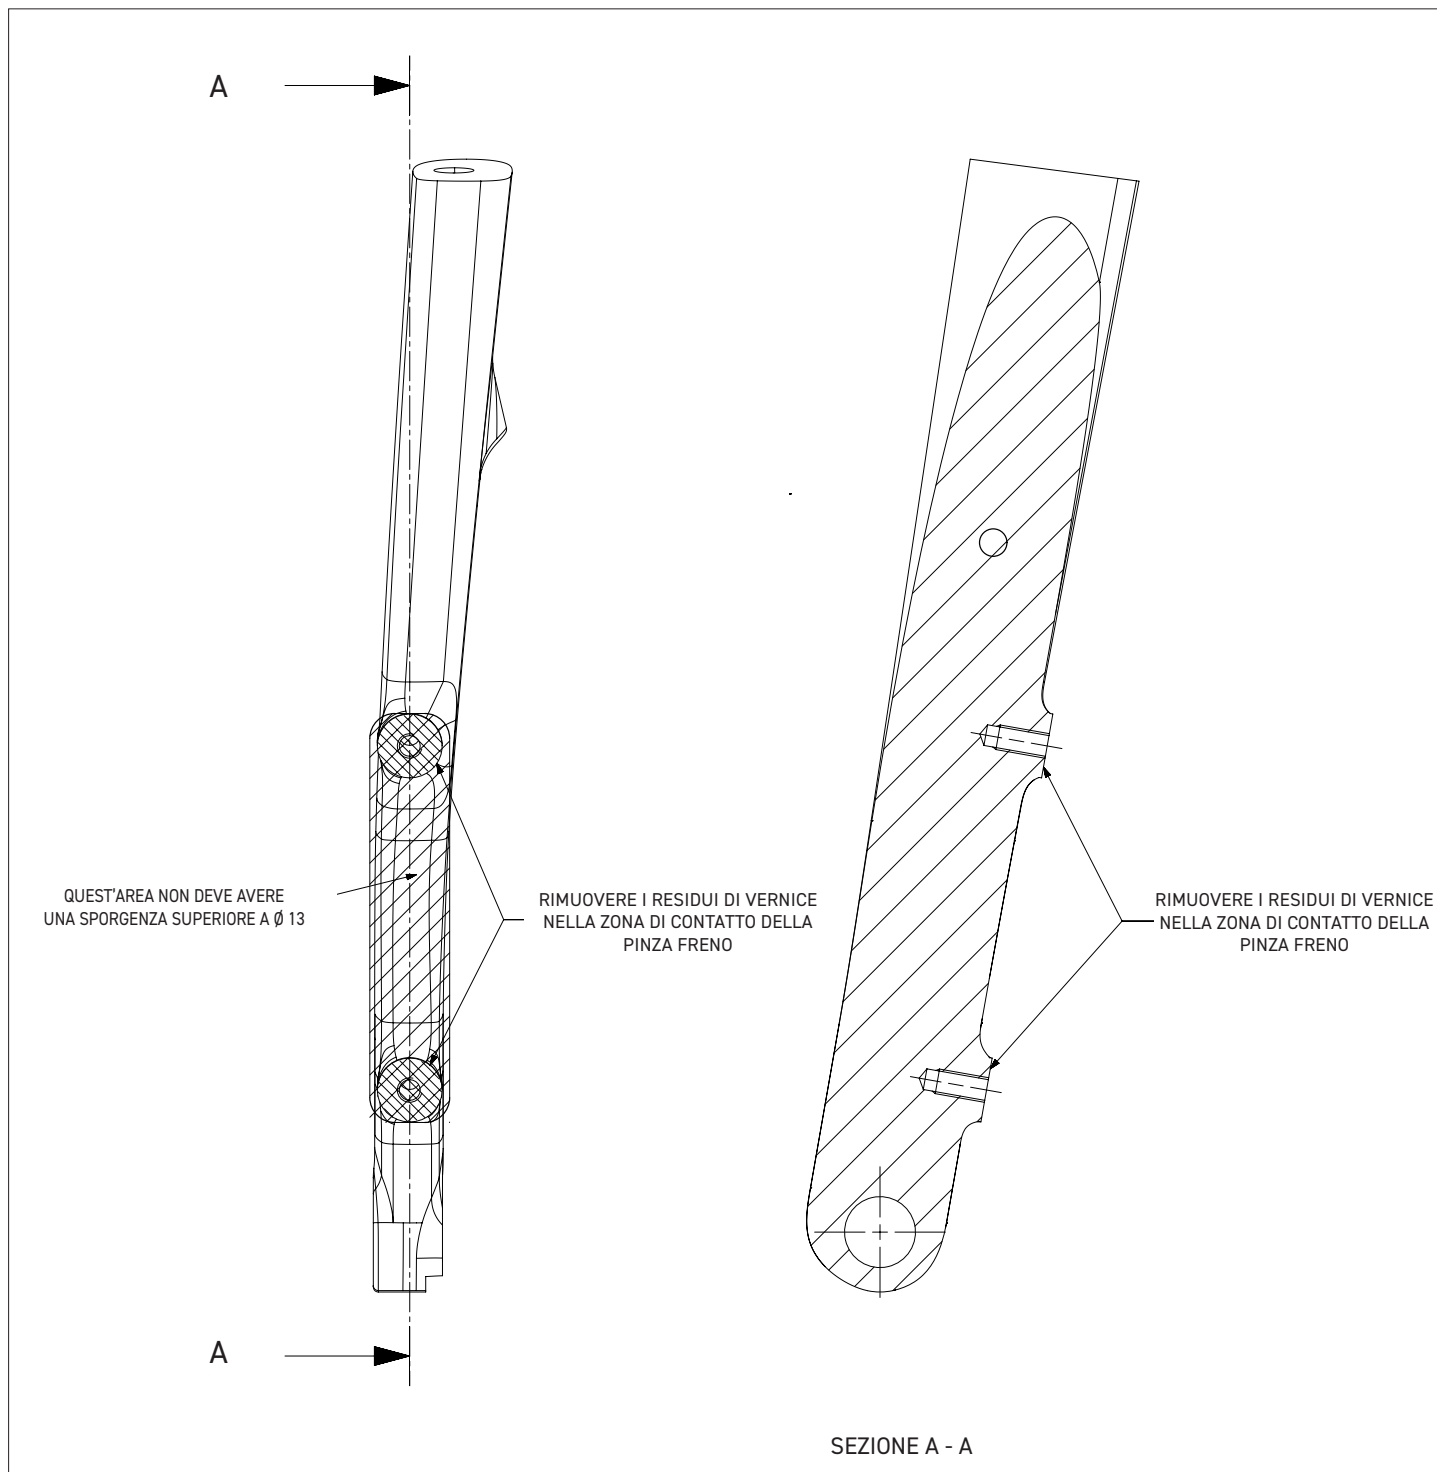
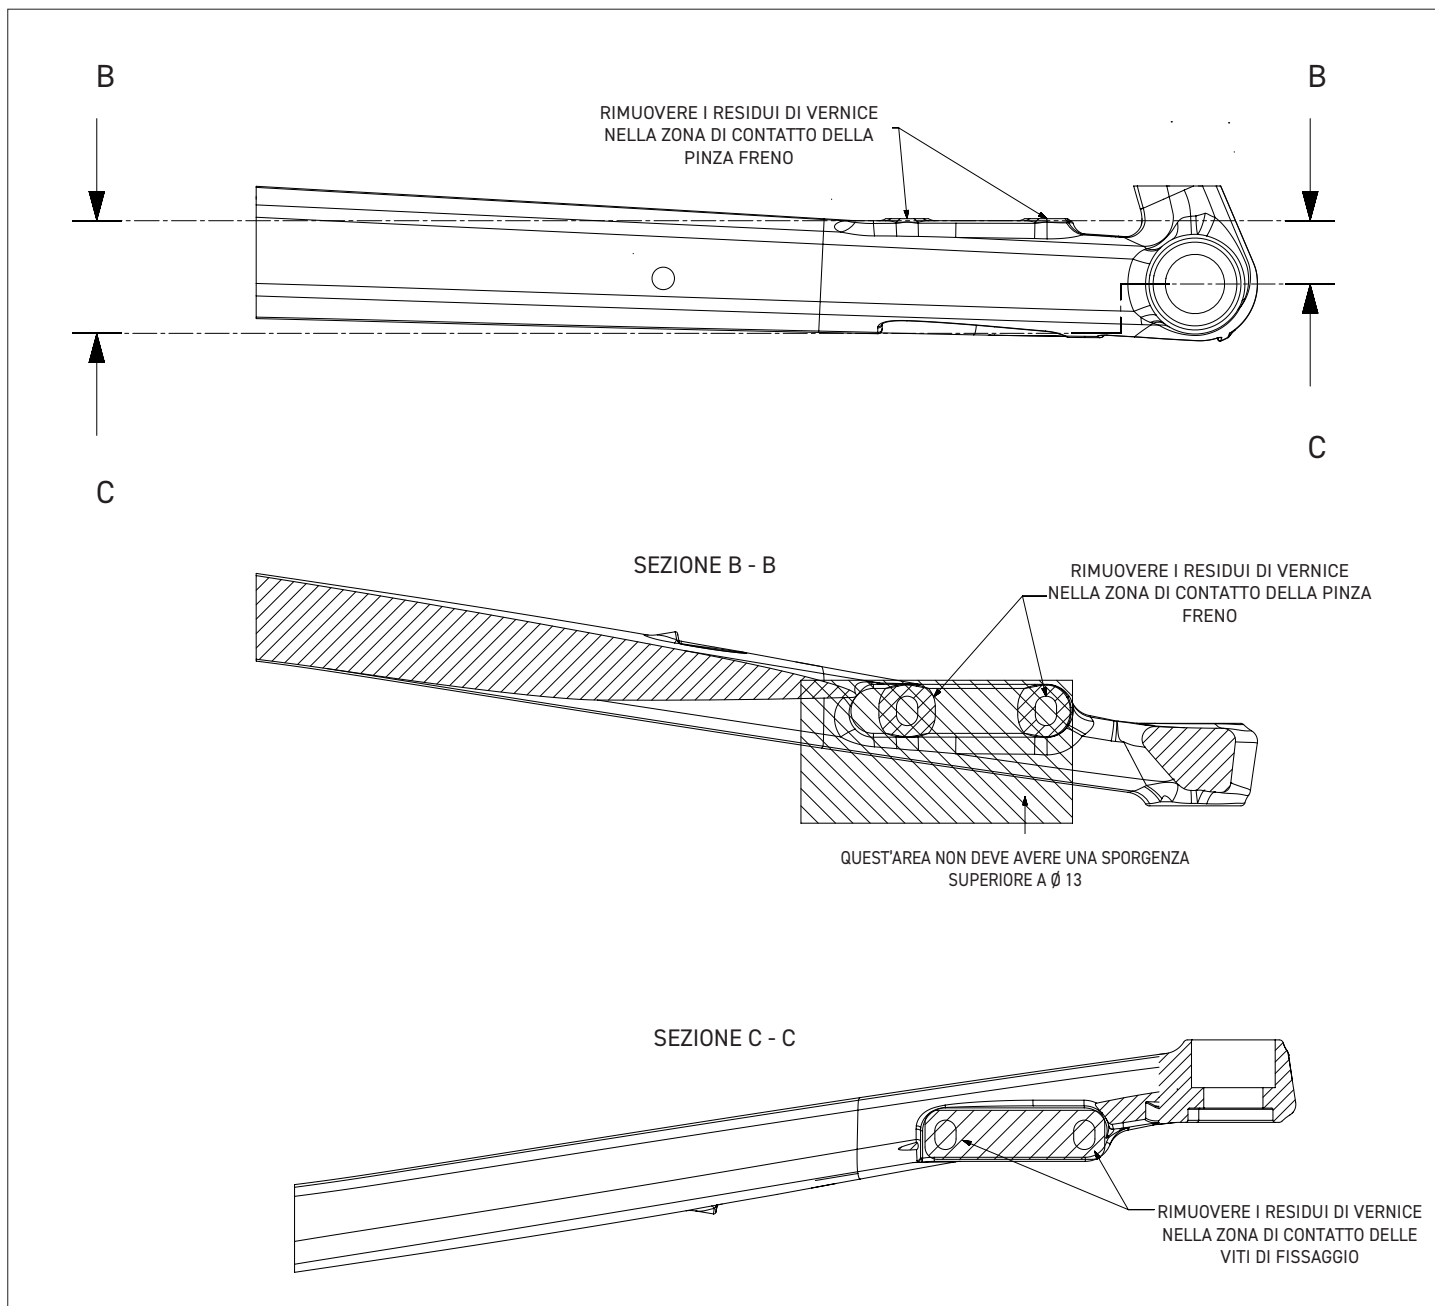

Fig.1
Fig.1.1
• Eliminate ogni traccia di verniciatura dalle zone in cui le pinze saranno installate sulla forcella anteriore e sul fodero inferiore sinistro. Eliminate anche le tracce di verniciatura nella parte inferiore dei fori del fodero inferiore dove avviene l'appoggio delle teste delle viti della pinza posteriore (Fig. 1 / Fig. 1.1).